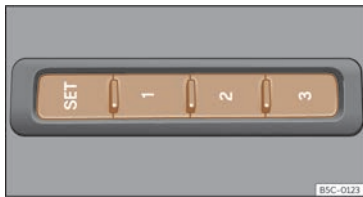

Fig. 103 Pe partea exterioră a scaunului șoferului: butoanele de memorare.
• Apăsați **SET** mai mult de 1 secundă >>> **fig. 103**.